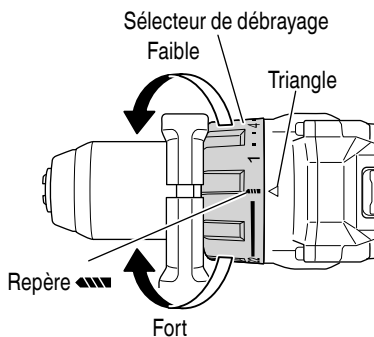

Fig. 15
<DS18DC> (Fig. 15)
- (2) Indication du couple de serrage (Voir la Fig. 15, 17)
- (3) Réglage du couple de serrage (Voir Fig. 15, 17)